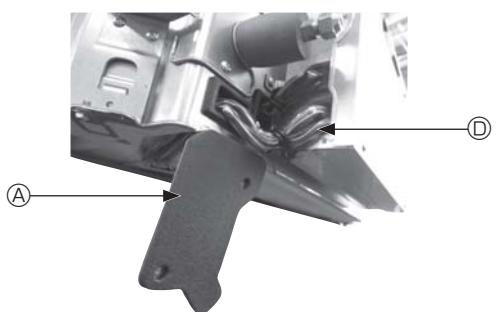

Fig. 4-4
- i-See sensör ve sinyal alıcısının kablolarnı, elektrikli aksamı kutusundaki kablo girişlerinden ve ana ünitenin yanındaki burçlar etrafından şemada gösterildiği gibi yönlendirin. (Fig. 4-4)